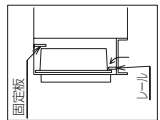

図6
(3) フィルターを上押しレールに掛けます。(図6)
(4) 最後に (1) で外した底版を取付けます。